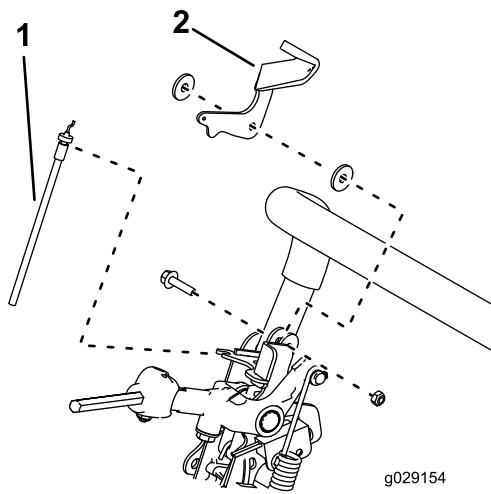

Figura 4
8. Rimuovete ed eliminate il cavo di controllo dell'acceleratore (Figura 4).
9. Rimuovete ed eliminate la leva dell'acceleratore, ma conserve la bulloneria di montaggio (Figura 4).